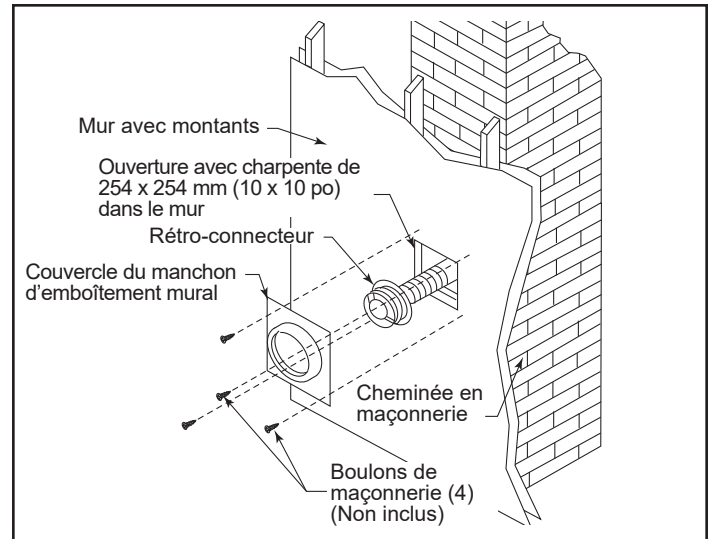

**Figure 3.51**
- Fixez le tuyau flexible au rétroconnecteur. Utilisez trois vis à tôle pour attacher la gaine flexible au connecteur (figure 3.51). Montez le rétroconnecteur sur le mur de maçonnerie en utilisant des écrous à maçonnerie. Percez des trous plus gros dans le connecteur si nécessaire. Assurez-vous que le connecteur est au centre de l'ouverture et que les trous de montage sont alignés avec ceux du mur de maçonnerie.